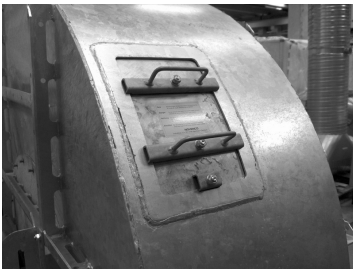

Fig. 17
3. Kontrollera att fläkthjulet kan rotera obehindrat. Det gör man genom att öppna inspektionssluckan och vrida hjulet för hand. Se fig. 17. Om man inte hör något missljud kan man stänga inspektionssluckan igen och provköra fläkten. Följ proceduren i avsnitt "4.5 Start".